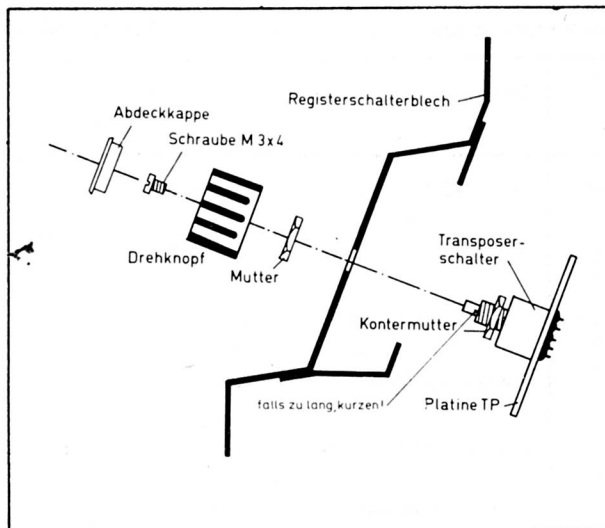

Abb. 43: Einbau des Transposers
- d) Den nach der Bauanleitung "Tongenerator" (BA-Nr. 100) vorbereiteten Transposer (Platine TP) nach Abb. 43 in das Registerschalterblech einbauen. Die Anschlußpunkte "S" und "M" müssen nach oben zeigen. Den Drehknopf auf die Schalterachse stecken, festschrauben (Evtl. vorher die graue Kunststoffkappe aus dem Drehknopf herausheben) und im Gegenuhrzeigersinn bis zum Anschlag drehen. Jetzt die Drehknopfschraube etwas lockern und **ohne die Schalterstellung zu ändern** den Knopf so drehen, daß die Zeigermarkierung am Rand des Knopfes auf "Ges" zeigt. Knopf in dieser Lage festziehen, Kappe aufsetzen und in die Normalstellung "C" drehen.